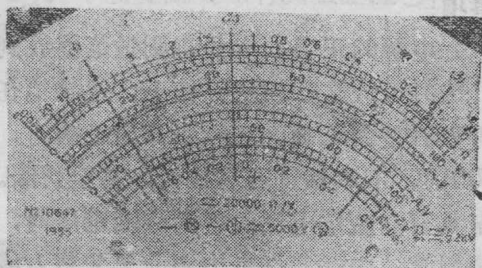

图 5
- (1) 先将中间旋钮直流测量⊖符号下的A字对准符号⊙;
- (2) 旋转左面旋钮，选择所需要的测量范围;
- (3) 将测试笔插入+及A插孔内。然后看好正负，将万能表串接在电路中，接通电路，就可读得直流数字(图5)。